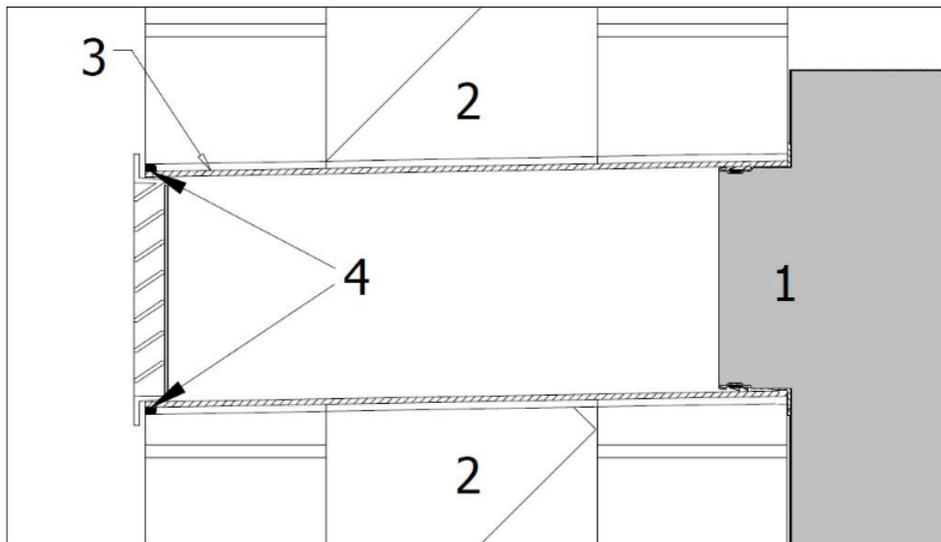

Abbildung 18: Abdichten der Fugen rund um die Kanäle, Schnittzeichnung
Abbildung 18 unten ist eine Schnittzeichnung, die eine Wand mit einem Kanalloch und Kanalanschlüssen zeigt. Ein Gerät wird an der Innenwand installiert, d. h. in dem grauen Kasten auf der rechten Seite, der mit der Nummer ,1' gekennzeichnet ist.
- Tragen Sie an den Außenkanten der Kanäle Dichtungsmasse auf, siehe ,4' in Abbildung 18 oben.